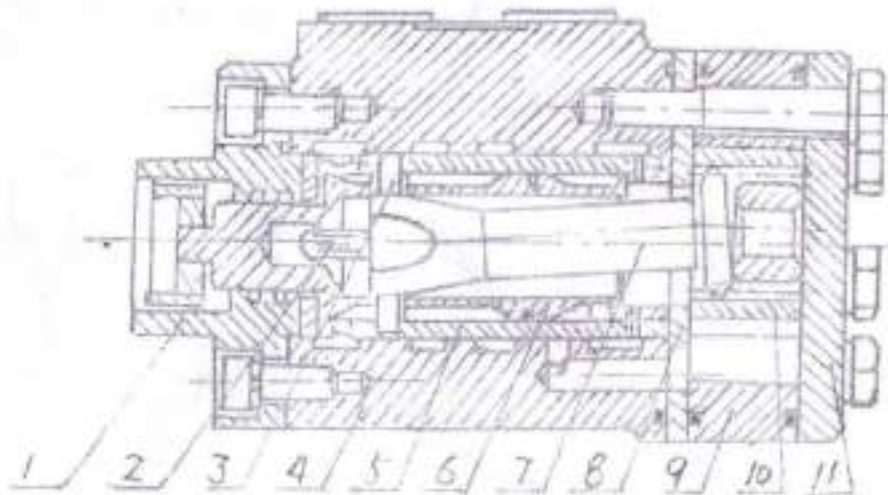

Рис. 11. Структура полного гидравлического рулевого привода.
1. Структура полного гидравлического рулевого привода указана на Рис. 11. Вращающий механизм клапана, который состоит из клапанного элемента (7), вкладыша клапана (6) и корпуса клапана (5), регулирует направления потока гидравлического масла. Статор (9) и ротор (10) создают пару функциональности циклоидального зацепления в качестве клапана управления потока, который впускает масляный поток в рулевой цилиндр пропорционально углу вращения рулевого колеса. Соединяющий вал (8) передает вращающий крутящий момент.